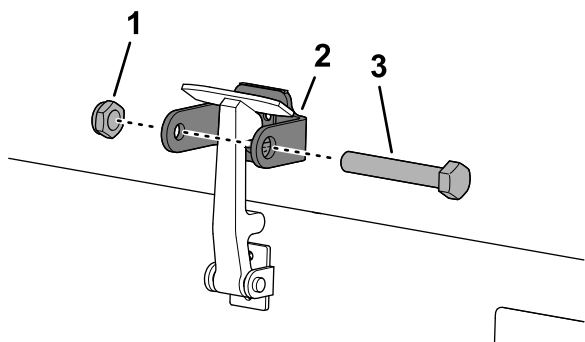

Figura 35
7. Avvitare il bullone nell'altro braccio della staffa di chiusura del cofano per fissare il fermo in posizione (Figura 35).